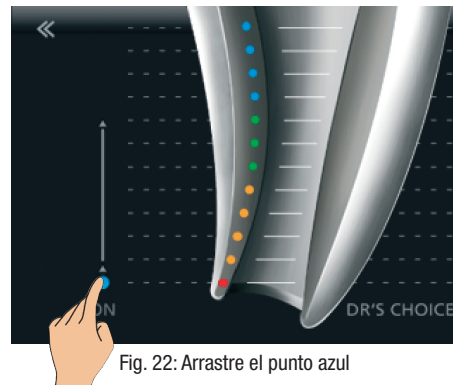

Fig. 22: Arrastre el punto azul
- Coloque su dedo sobre el punto azul y arrástrelo hasta la posición deseada en la zona apical (Fig.22).